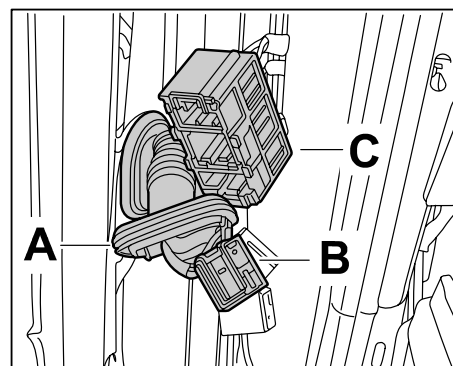

*Bild 3*
- 1.5 Gummimanschette ⇒ *Bild 3 -A-* von der A-Säule "karosserie-seitig" abclipsen.
- 1.5.1 Stecker "1AL, 2AL und 3AL" ⇒ *Bild 3 -B-* an der A-Säule trennen.
- 1.5.2 Steckerleiste ⇒ *Bild 3 -C-* an der A-Säule entriegeln und freilegen.